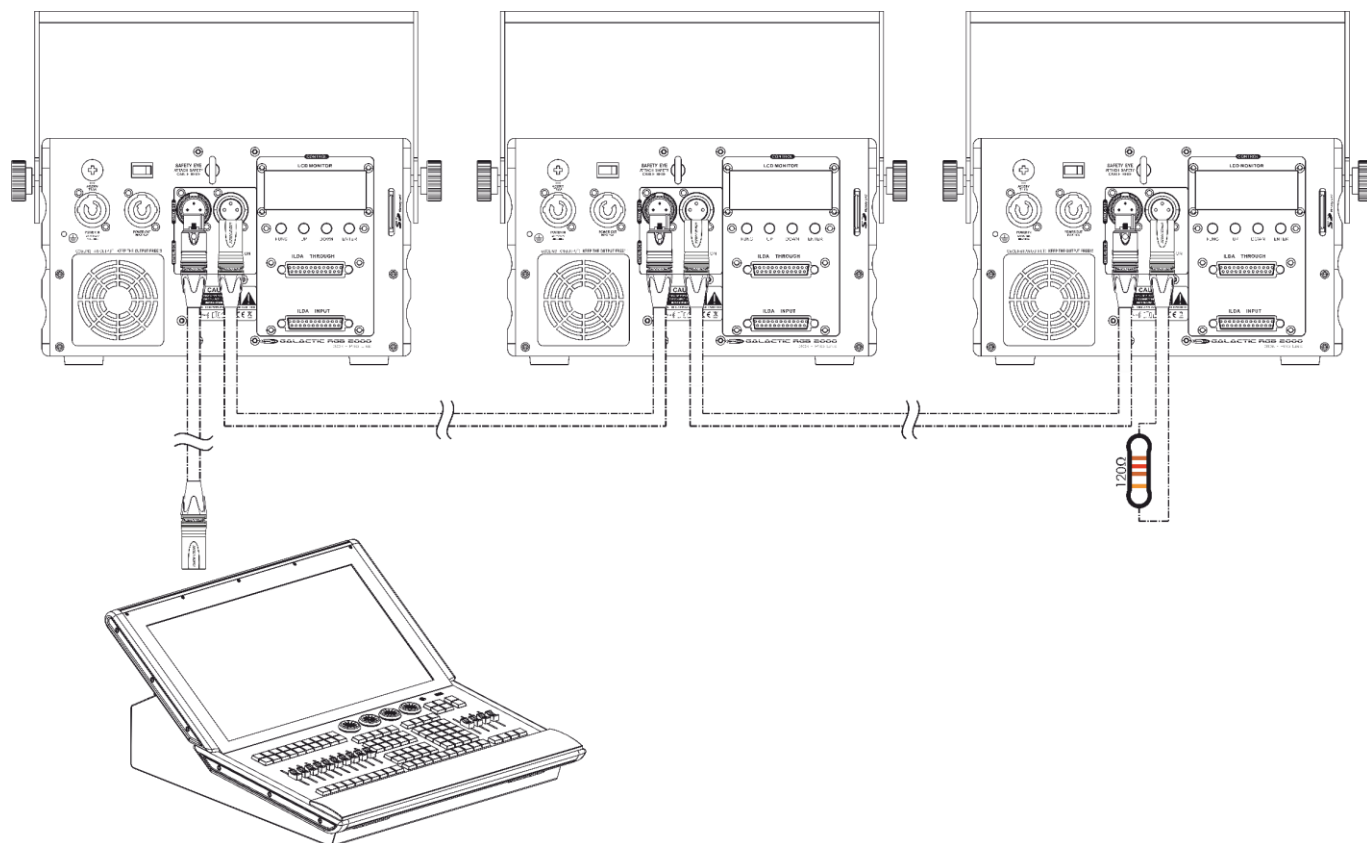

Fig. 13
- 03) Ripetere il passaggio 2 per collegare tutti i dispositivi in un collegamento a margherita come indicato nella Fig. 13.
- 04) Inserire la scheda SD fornita in dotazione nell'**Alloggiamento SD (13)** su ciascuno dei dispositivi connessi.